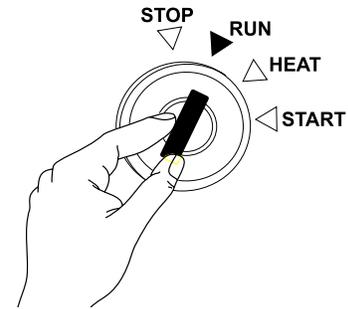

Figure 16. Commutateur de démarrage (RUN)
1. Insérez la clé dans l'interrupteur de démarrage (Figure 16) et tournez-la en position **RUN**.